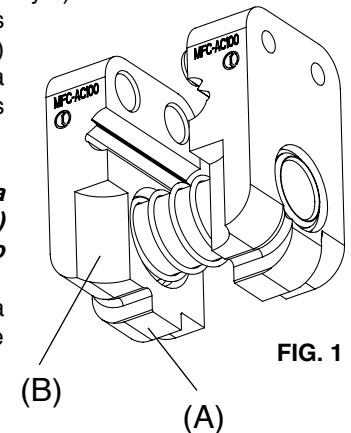

FIG. 1
- Desbloquear la palanca (17); las matrices se abren y el conductor queda liberado.
2.5) Introducción del grupo matrices (Ref. a Fig. 1 y 2)
- Extraer el perno (02) e introducir el grupo de matrices dentro la cabeza por arriba de manera que la guía (A) se coloque dentro de la garganta sobre el fondo de la cabeza y que la ranura (B) en la parte delantera de las matrices esté dirigida hacia la cuchilla (10).
- Introducir el perno (02) a fondo hasta el tope.